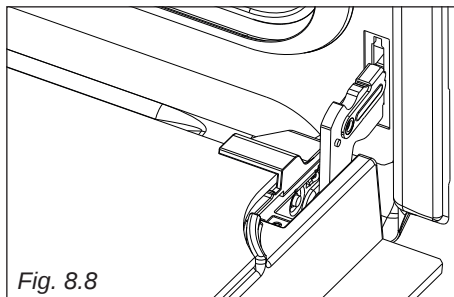

Fig. 8.8
- Aprire completamente la porta del forno (fig. 8.8).
- Open the oven door completely (figure 8.8).